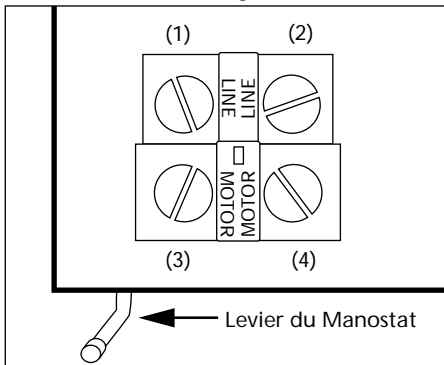

Figure 4
7. Situer le fil de moteur noir sous la tête de vis #4 (Voir Fig. 4), et serrer la vis pour fixer le fil. Situer le fil secteur noir sous la tête de vis #2 et serrer la vis pour fixer le fil.
8. Situer le fil secteur blanc sous la tête de vis #1, serrer la vis pour fixer le fil. Situer le fil de moteur blanc sous la tête de vis #3, serrer la vis pour fixer le fil (Voir Fig. 4).